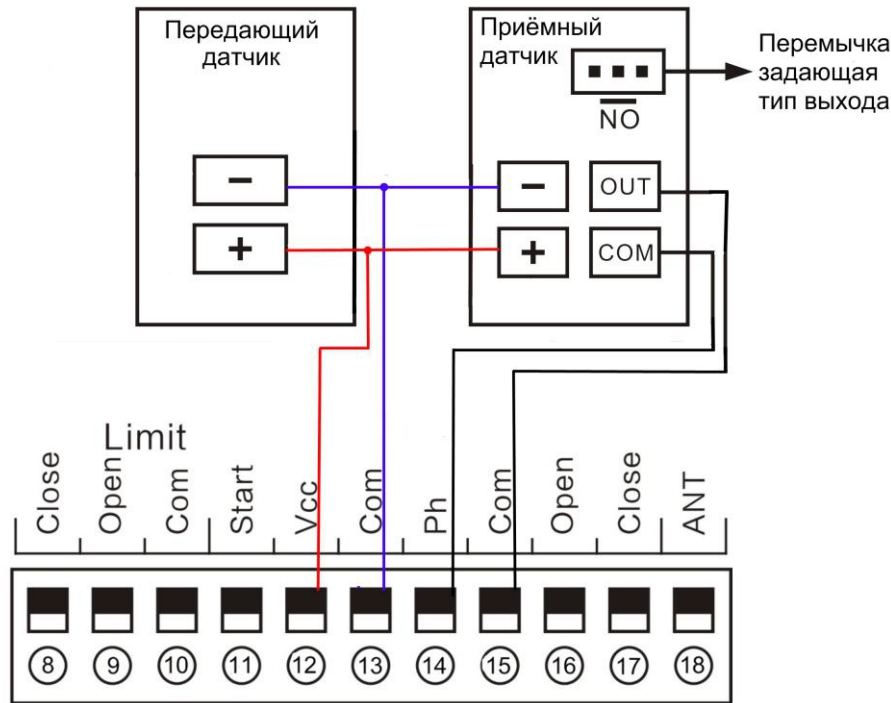

Рисунок11
14.4 Подключение инфракрасного датчика безопасности (Рисунок11).